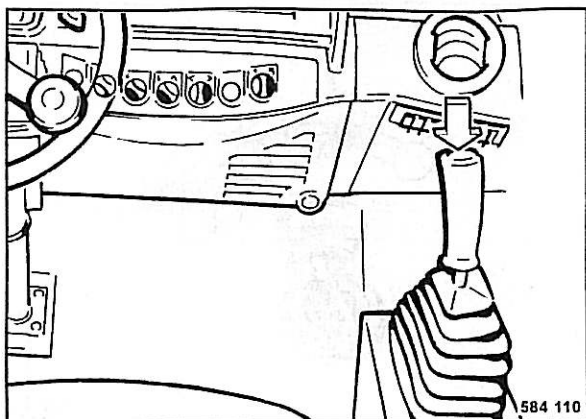

Fig. 46
- Al accionar el botón pulsador (Fig. 46) situado en la palanca de marcha durante el servicio de marcha y se produce la vibración del rodillo.